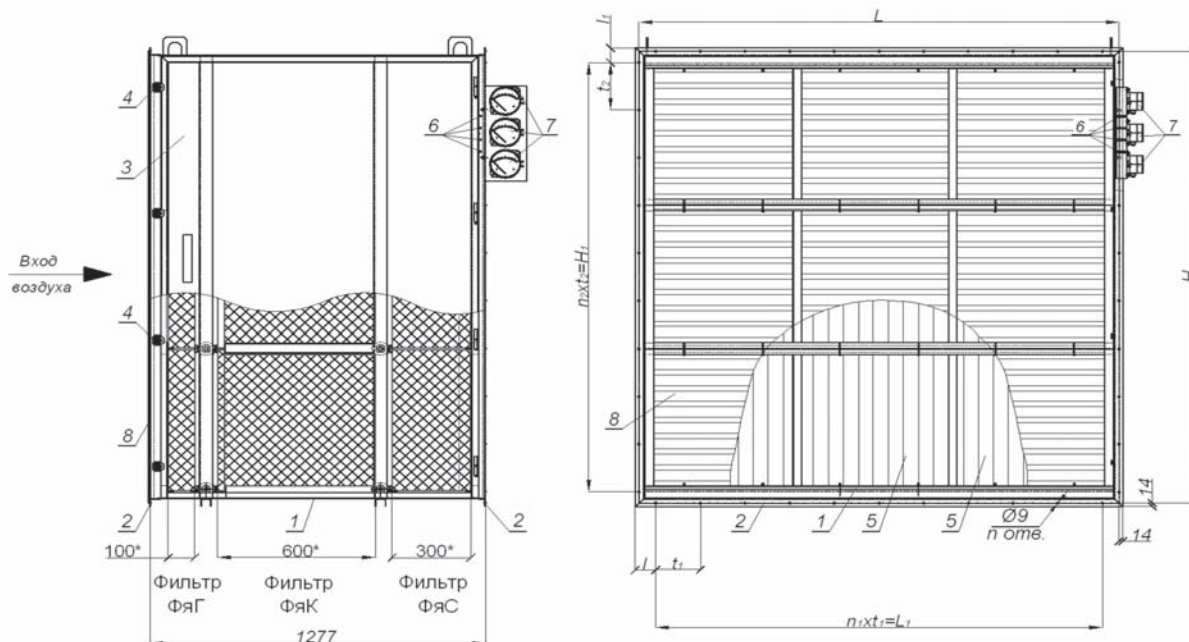

Рис. 1 Схема секции воздушных фильтров *SSF-V3*
На рис.1 и 2 представлено одно из возможных решений секции воздушных фильтров *SSF-V*, включающее трехступенчатую систему очистки. Данная схема является наиболее распространенной, когда в качестве финишной очистки требуется применение HEPA фильтров H10÷H14 классов.
Секция воздушных фильтров (см. рис. 1) состоит из металлического корпуса (1), имеющего на входе и выходе сварные фланцы (2), для присоединения к фланцам вентиляционных систем, посредством болтовых соединений через уплотнительную резину. На боковой стороне корпуса SSF-V имеется дверь (3), закрываемая с помощью прижимов (4). Герметизация соединения двери с корпусом осуществляется за счет установки специального уплотнения. Дверь может располагаться справа или слева по ходу движения воздуха по техническому заданию заказчика. Для защиты от атмосферных осадков, в случае установки на улице, на входе в секцию SSF-V, может быть установлена наружная вентиляционная решетка (8).